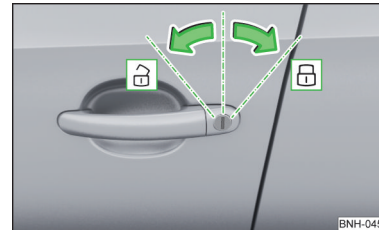

Abb. 43
**Das Fahrzeug mit dem Schlüssel entriegeln/verriegeln** » Abb. 43